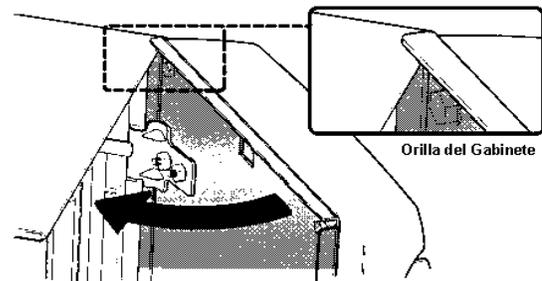

Figura 13
Paso 3: Gire la puerta hacia su posición cerrada. Asegure que los extremos de la puerta traslapan el gabinete (ver detalle). Ver Figura 13.